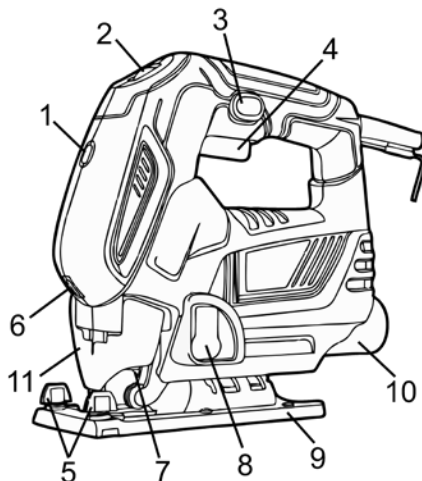
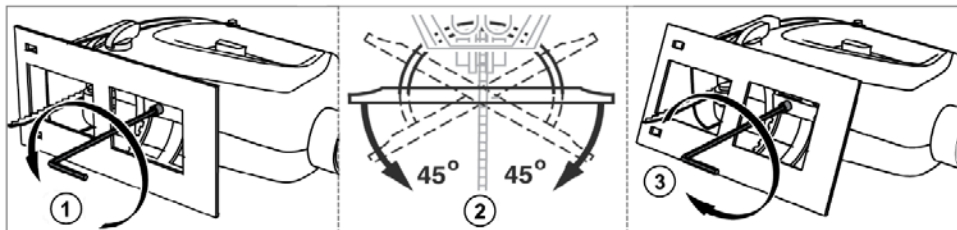

Рисунок 1
Рисунок 3
4.2 Для запуску виробу натисніть на пускову кнопку (4, рисунок 1) до положення з необхідною частотою ходів штоку. Щоб зупинити виріб слід відпустити пускову кнопку.
- виберіть рівень обмеження частоти ходів штоку поворотом регулятора обмежувача (2, рисунок 1) до необхідної величини;
- натисніть на пускову кнопку (4, рисунок 1) і заблокуйте її у ввімкненому положенні шляхом натискання кнопки фіксатора (3, рисунок 1);
- для виходу з режиму тривалої роботи натисніть на кнопку (4, рисунок 1) і відразу відпустіть її.
4.4 Регулювання частоти ходів штоку дозволяє підвищити якість виконуваної роботи лобзиком, не допускаючи пошкодження оброблюваного матеріалу. Частоту ходів штоку регулюйте ступенем натискання на пускову кнопку (4, рисунок 1). Максимальна частота ходів штоку відповідає максимальному «натисканню» кнопки. Обмеження максимальної частоти ходів штоку здійснюється поворотом регулятора-обмежувача (2, рисунок 1) до необхідного значення. При встановленні регулятора-обмежувача ходів штоку в положення «1», лобзик буде функціонувати з максимальною частотою ходів штоку 500 ход/хв. При встановленні регулятора у положення «6» лобзик буде функціонувати з максимальною частотою 3000 ход/хв. Частота ходів штоку підбирається залежно від виду оброблюваного матеріалу і застосовуваного пиляльного полотна.
- 1) відкрити прозорий захисний екран (11, рисунок 1) для зручного доступу до пилкотримача;
- 2) поверніть до упору важіль затискача пиляльного полотна (пилкотримач) (7, рисунок 1) за напрямком руху годинникової стрілки (якщо дивитися на виріб знизу).
Обіпріть передній край опорної платформи (9, рисунок 1) на кромку оброблюваної заготовки й встановіть різальну кромку пиляльного полотна навпроти лінії різку, яка позначена на заготовці. Для зручності користуйтеся лазерним вказівником лінії розпилю (6, рисунок 1).
Розпилювати заготовку по прямій лінії необхідно тільки в одному напрямку (від краю до краю). Не слід виконувати розпилювання від початку до середини заготовки, з подальшим розпилом з протилежного кінця. По можливості використовуйте для прямолінійного розпилювання боковий упор з комплекту постачання, закріпивши його фіксаторами (5, рисунок 1).
Кут косого пропилю можна регулювати вправо або вліво на величину до 45 градусів. Для встановлення необхідного кута нахилу опорної платформи (9, рисунок 1) дивіться рисунок 3: